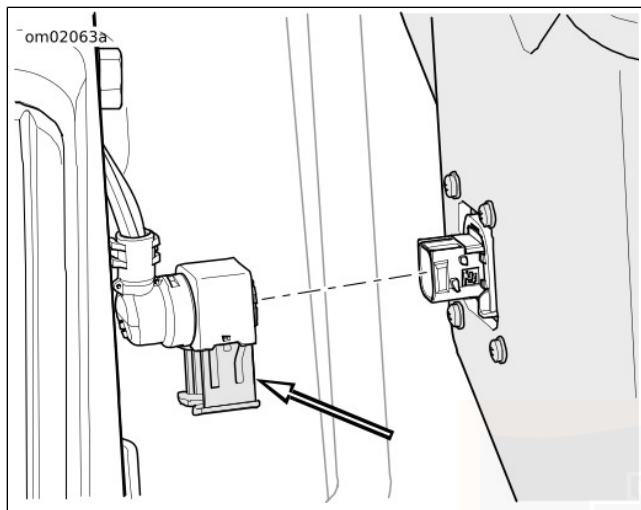

Figure 46. Barre de verrouillage du connecteur droit
- a. **Sacoche droite** : voir Figure 46. Tirer la barre de verrouillage pour la faire sortir. Séparer le connecteur.
- a. **Sacoche droite** : voir Figure 46. Poser le connecteur. Enclencher la barre de verrouillage.